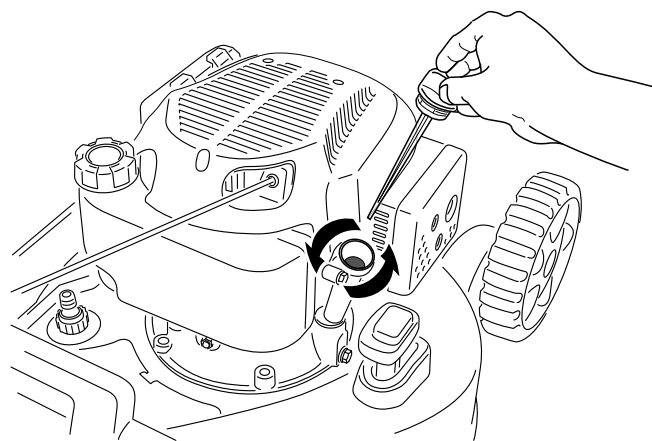

Figura 25
3. Girate il tappo in senso antiorario ed estraete l'asta di livello (Figura 25).
usato attraverso il tubo di riempimento (Figura 25).